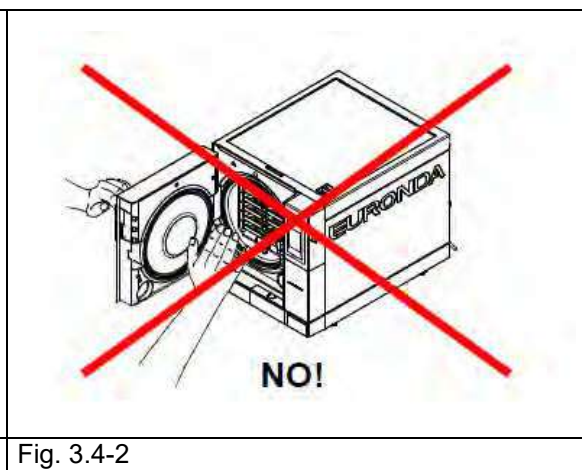

Fig. 3.4-2
2. La deschiderea ușii aparatului, nu stați deasupra sau în fața acestuia. Există pericolul de arsură datorat vaporilor ce ies din aparat. (Fig. 3.4-2).